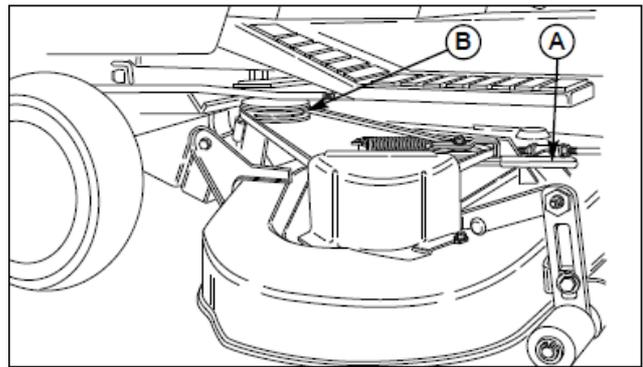

図 11 ベルトの脱着
5. ベルトを PTO プーリー(図 11 の B)から外します。
5. 図 11 のようにアイドルアーム(A)を引っ張り PTO プーリー(B)にベルトを入れます。
7. ベルトをPTOプーリ(図11のB)からはずします。
8. 図 11 のようにアイドルアーム(A)を動かしてベルトテンションを緩め、ベルトを PTO プーリ(B)に入れます。